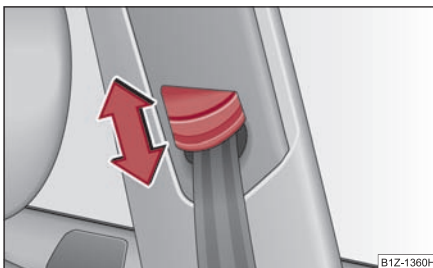

Fig. 5 Scaun față: Reglarea pe înălțime a centurii
- Împingeți dispozitivul în poziția dorită în sus sau în jos ⇒ **fig. 5**.